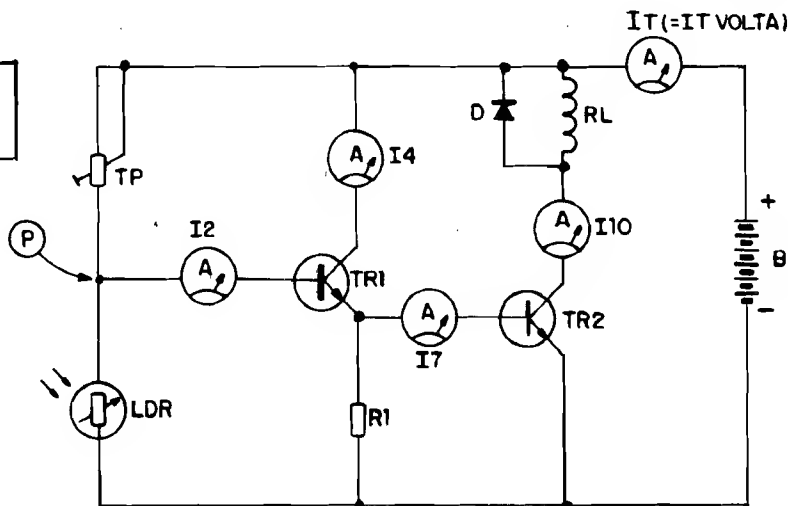

Fig. 6
- **FIG. 6 - OS PERCURSOS PRINCIPAIS** - O diagrama do circuito mostra, agora, galvanômetros intercalados em pontos considerados fundamentais para uma suficiente análise dinâmica do conjunto (lembrem-se que, até o momento, estamos falando em análises feitas unicamente a partir das medições de CORRENTE...):